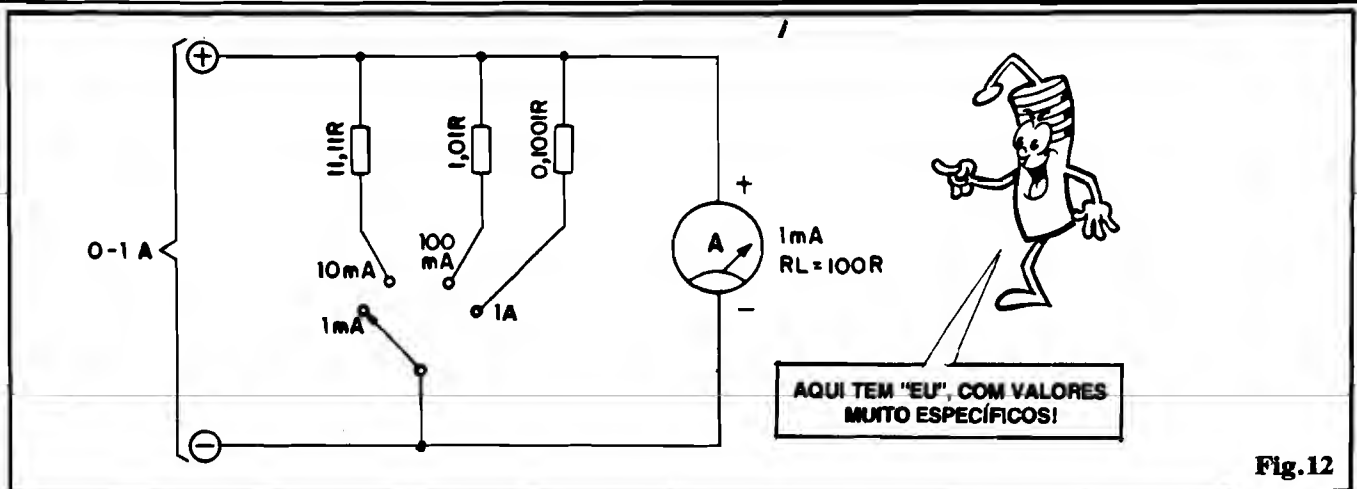

Fig.12
- **FIG. 12** - E dá também para (usando um **só** galvanômetro...) fazer "correntímetros" de múltiplas faixas, com diversos fundos de escala...? É claro que dá: basta (ver figura) aplicar vários resistores **shunt** (RS), de valores especialmente calculados, estruturando também um sistema de chaves ou de entradas independentes que facilite a opção no momento da utilização... Com o **mesmo** miliamperímetro de 0-1 mA usado nos exemplos anteriores, mais três resistores de valores específicos